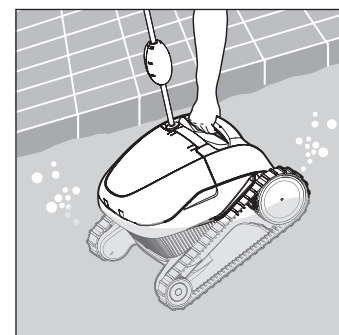

Figure 8
3. Sortez le nettoyeur de l'eau en le tenant par la poignée. Voir **Figure 8**.